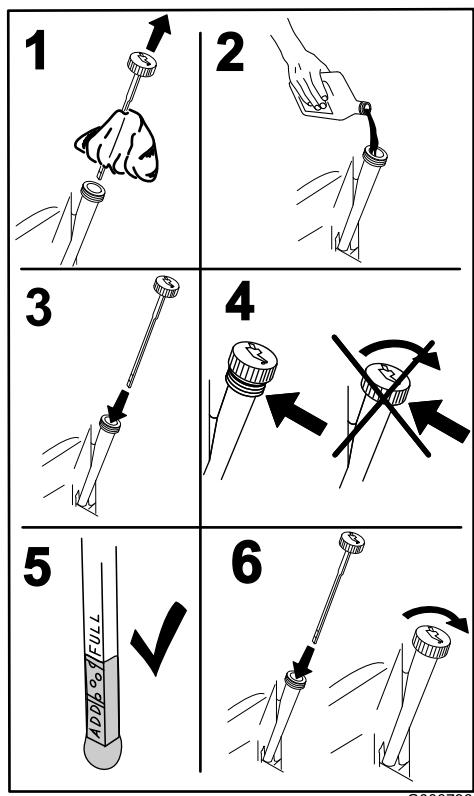

Figura 40
4. Retire la varilla y límpielo con un paño limpio (Figura 40).